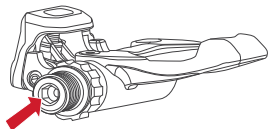

Figura 1. Chave sextavada para o eixo do pedal
3. Utilizando uma chave sextavada de 8mm na zona posterior do eixo do pedal (Figura 1), aperta-o no braço pedaleiro até 40.2-42.9 Nm (350-380 lb•in)